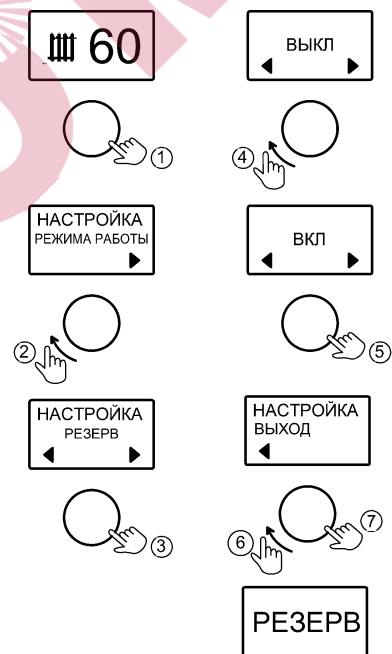

Рисунок 9
**9.5 «РЕЗЕРВ»** - режим при котором котёл находится в ожидании включения нагрева. Активация и настройка указана на рис. 9. При активации котёл становится “резервным” и нагрев от него прекращается, работа циркуляционного насоса резервного котла приведена в п.10.6.
Во вкладке активируется работа котла в режиме **РЕЗЕРВ**. Действия по активации приведены на рис. 9.